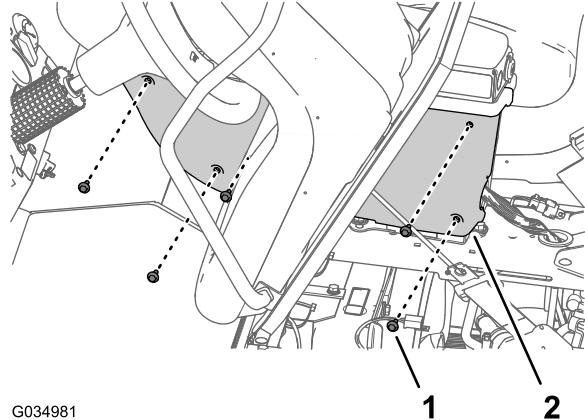

Рисунок 112
- Выверните 5 болтов с фланцевыми головками ($\frac{1}{4} \times \frac{3}{4}$ дюйма), которые крепят крышку с левой стороны центральной консоли (Рисунок 112).